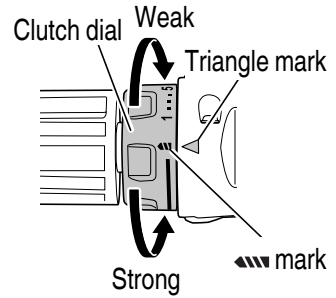

Fig. 12
6. Confirm the clutch dial position <DS18DA> (See Fig. 12)